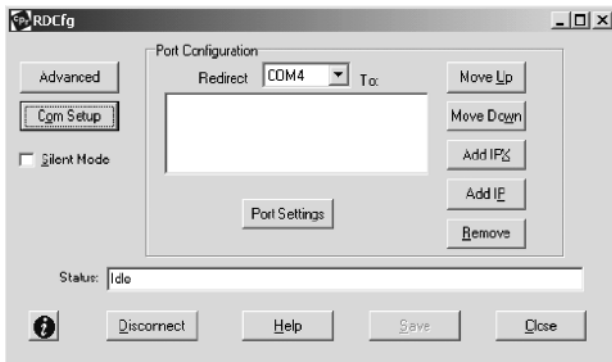

Рис. 20. Окно настройки программы «Com Port Redirector»
- Откроется окно настройки программы «Com Port Redirector» (рис. 20).
7. Щелчком мыши пометьте все логические порты, на которые следует выполнять перенаправление. Каждый отмеченный порт появится в выпадающем списке *Redirect To* («перенаправлять на») в окне конфигурации программы «Com Port Redirector» (рис. 20).
1. Нажав кнопку *Start* («Пуск») на панели задач Windows, подведите курсор мыши к пункту *Programs* («программы»), затем к *Lantronix Redirector*, и щелкните по значку *Configuration* («конфигурация»). Откроется окно настройки программы «Com Port Redirector» (рис. 20).
10. Щелкните по кнопке *Save* («сохранить», рис. 20).
11. Щелкните по кнопке *Close* («закрыть», рис. 20).